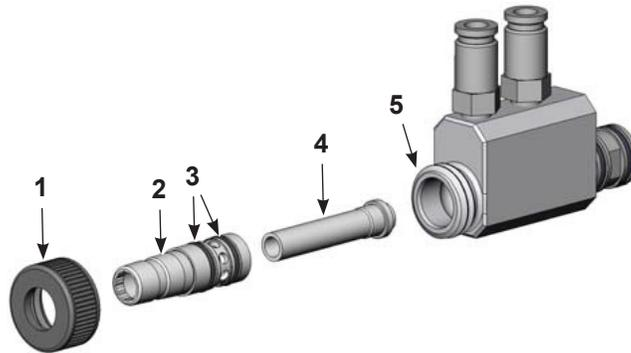

図3 スロートの取り外しと取り付け
1. 図3を参照。ナット (1) を緩めて取り外します。
2. スロートホルダーとスロート (2、4) をポンプ本体 (5) から軽くひねりながら引き出します。ホルダーとホルダーに取り付けられている2つの導電性シリコンOリング (3) に摩耗や損傷がないか点検してください。磨耗または破損しているパーツがあれば交換します。